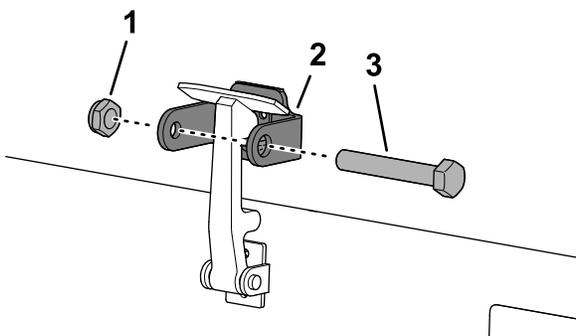

図 35
7. フードロックブラケットのもう一つのアームにボルトを差し込んでラッチをロックする 図 35。